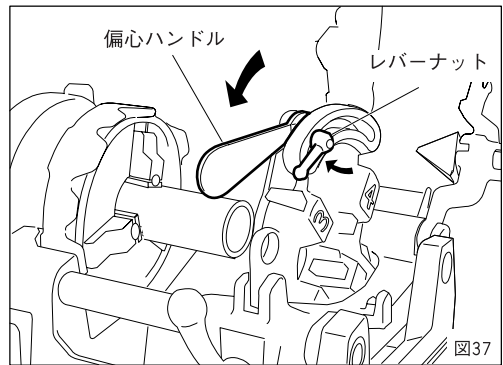
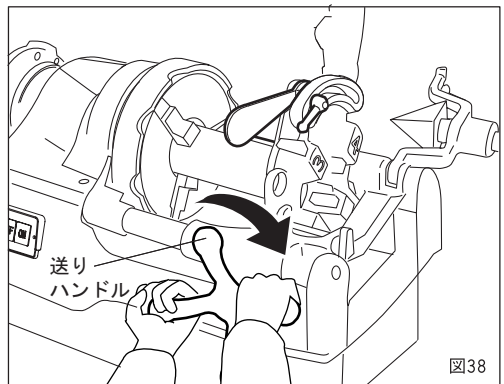

図37
図38
- ① ねじ切りのサイズ寸法を合わせるには偏心台の目盛りを、ダイヘッドのサイズ目盛りのねじ切り寸法に合わせて、レバーナットを締めて固定してください。(図37)
- ② スイッチを入れますとオイルはダイヘッドから自動的に注油されます。
- ③ 送りハンドルを右回り方向に動かしてパイプにチェーザを押し付け食い付かせてください。ねじ山が3~4山切ればあとは自動的にねじが切れます。このマシンに使用されているシリースモータは、回転数が周波数に左右されず、負荷によって自動的に変化します。(図38)
- ④ ねじが規定の寸法まで切れましたら偏心ハンドルを徐々に矢印の方向に持ち上げてチェーザを開きねじを切り上げます。